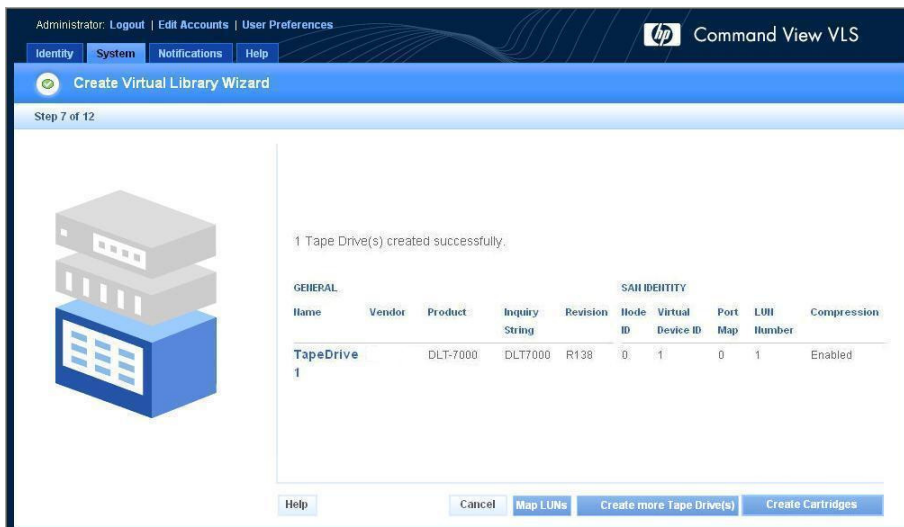

図 34. [Create Virtual Library Wizard]ウィンドウ (7/12)
サマリー ウィンドウが表示され、作成したテープドライブに関する詳細情報が表示されます (図 34)。
1. [Create Library Wizard]ウィンドウ (図 34) がすでに表示されている場合、[Create Cartridges]ボタンをクリックします。